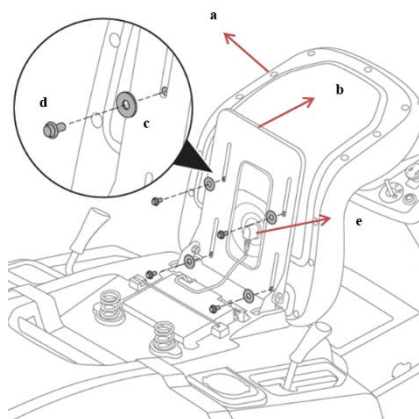

Fig.5
2. Fixați scaunul în patru șuruburi. (Fig.5)